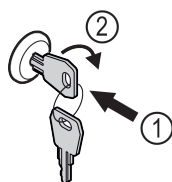

Fig. 90 Beispielhafte Darstellung
- Schlüssel hineindrücken Fig. 90 (1).
- Schlüssel um 90° im Uhrzeigersinn drehen Fig. 90 (2).